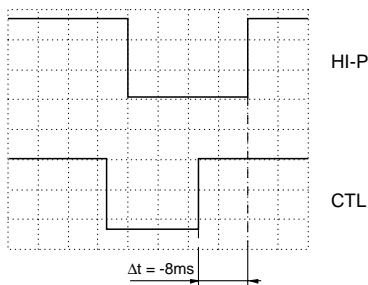

Fig. 23
- A l'aide des touches "+" / "-" régler l'intervalle de temps entre l'impulsion de commutation de têtes et le flanc ascendant de l'impulsion de synchronisation CTL à  $\Delta t = -8\text{ms}$  (Fig. 23).
- Using the "+" / "-" buttons set the time interval between the head pulse and the rising edge of the CTL pulse to  $\Delta t = -8\text{ms}$  (Fig. 23).